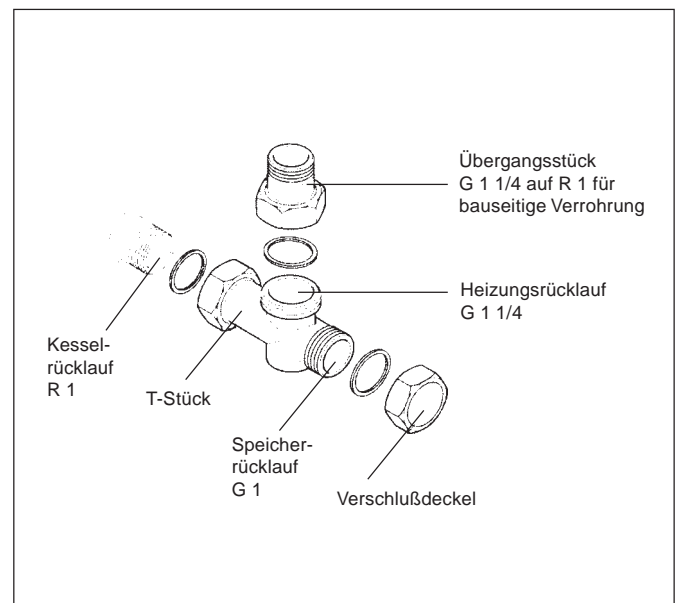

Abb. 6: Rücklauf
* siehe auch Abb. 6
- Dichtung in die Überwurfmutter des mitgelieferten T-Stücks einlegen und T-Stück am Rücklauf festschrauben (Abb. 6). Wird kein Speicher-Wassererwärmer angeschlossen, Verschlußdeckel mit Dichtung aufschrauben (Abb. 6).
Das mitgelieferte Übergangsstück G 1 1/4 auf R 1 für den Heizungsrücklauf am 90°-Abgang montieren, wenn kein Heizkreis-Schnellmontage-System (Zubehör) verwendet wird (Abb. 6).